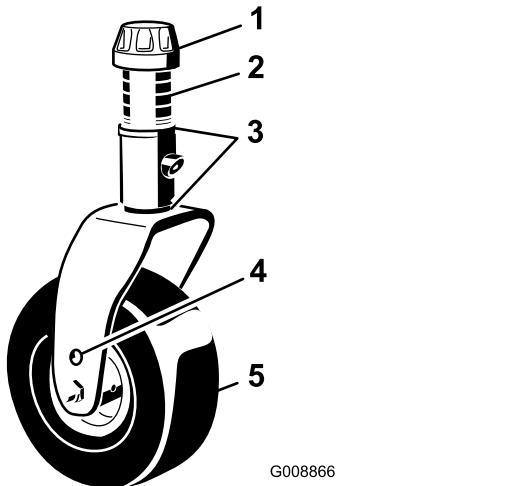
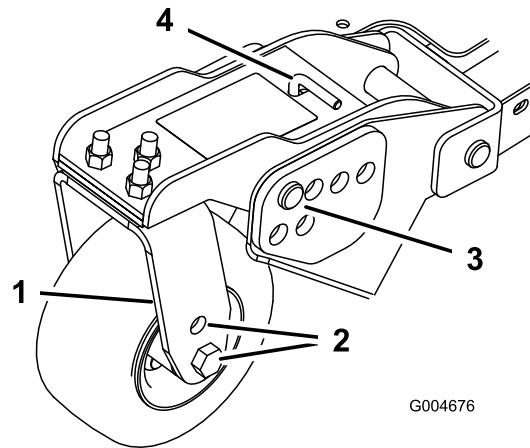
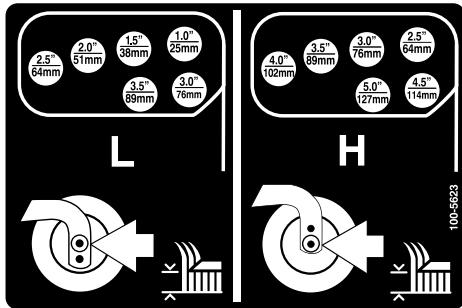

Figura 23
Figura 25
Figura 26
1. Coloque los ejes de las ruedas giratorias en el mismo taladro en todas las horquillas (Figura 23 y Figura 25).
2. Retire el casquillo tensor del eje y deslice el eje fuera del brazo de la rueda giratoria (Figura 23).
5. Retire la chaveta y los pasadores de los brazos de pivote de las ruedas giratorias (Figura 25).
6. Gire la varilla tensora para elevar o bajar el brazo de pivote hasta que los taladros estén alineados con los taladros seleccionados del soporte de ajuste de la altura de corte en el bastidor de la carcasa de corte (Figura 25 y Figura 26).